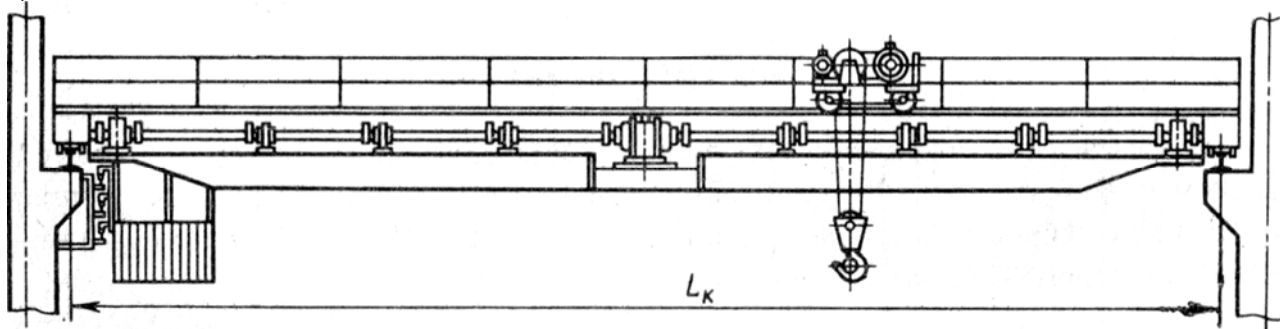

Рис. 1
1. Рассчитать механизм подъема тележки электрического мостового крана (рис. 1) по данным табл. 1.